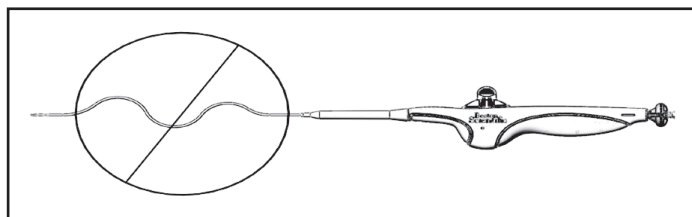

Figura 5. Eliminação da folga
#### 10.9 Procedimento de desdobramento do stent (consulte a Figura 5)
**Nota:** Se a folga e/ou curvatura (consulte a Figura 5) do cateter do sistema introdutor entre a bainha introdutora ou a bainha-guia e a pega do sistema introdutor não forem eliminadas durante o desdobramento, tal poderá afetar negativamente a precisão do desdobramento, especialmente em casos ipsilaterais.